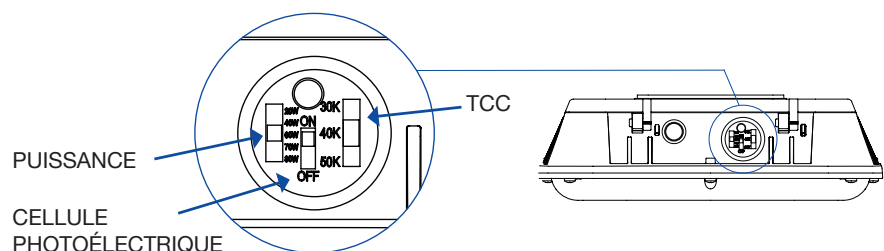

Fig. 2
2. Sélectionner la TCC, la puissance et l'activation/désactivation de la cellule photoélectrique en déplaçant les interrupteurs correspondants à la position souhaitée (Fig. 2).